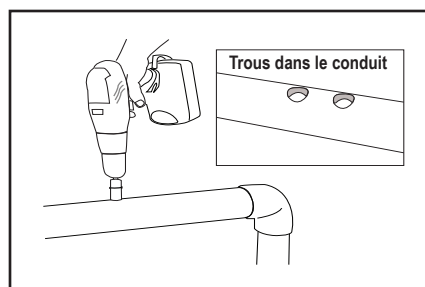

Figure 8. Percer les trous dans le conduit
8. Percer les trous dans le conduit à l'aide de la scie à trous fournie. S'assurer que les trous sont propres et lisses (Voir Figure 8).